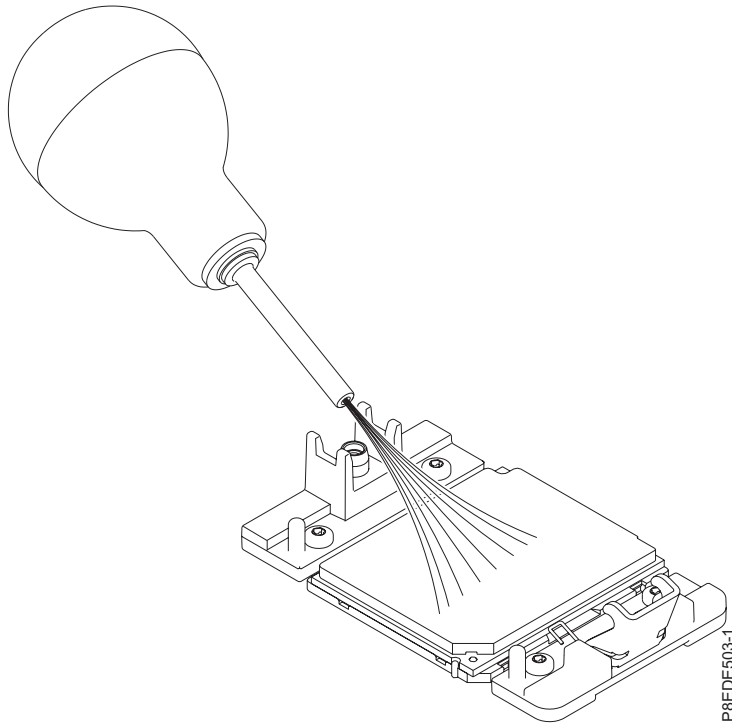

Abbildung 5. Staub und Fremdkörper von dem Systemprozessormodul entfernen
- a. Sollten Staub oder Fremdkörper vorhanden sein, reinigen Sie das Systemprozessormodul mithilfe der im Lieferumfang enthaltenen Luftpumpe (Teilenummer 45D2645). Wenn Ihre Luftpumpe nicht wie in Abb. 5 auf Seite 7 dargestellt montiert ist, befestigen Sie die Pumpenspitze an der Lampe. Arbeiten Sie dabei mit kurzen Luftstößen von der Mitte des Systemprozessormoduls hin zu den Seiten, siehe Abb. 5 auf Seite 7.